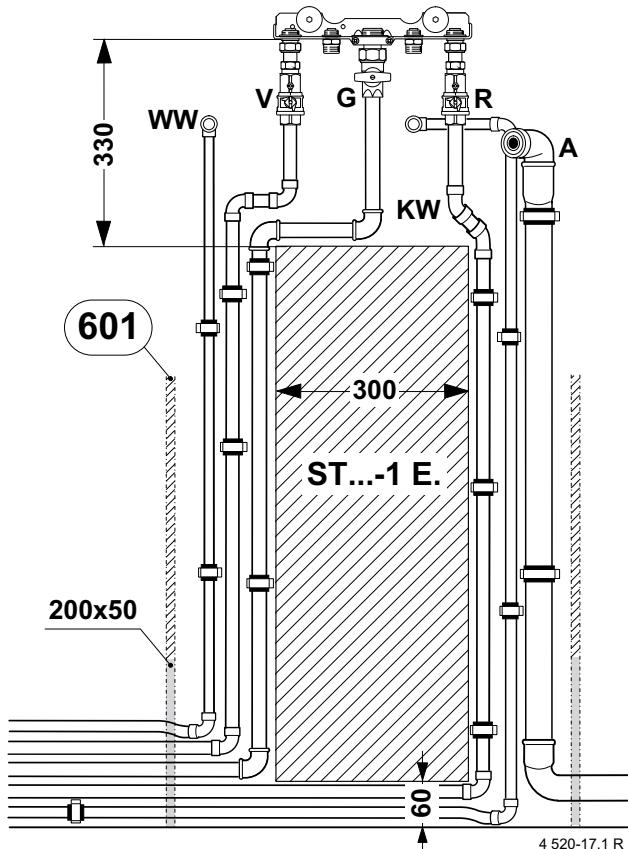

Bild 16 Bauseitige Aufputzverrohrung ohne Wandabstand.
- Weitere Verrohrung nach Bild 16 ausführen.